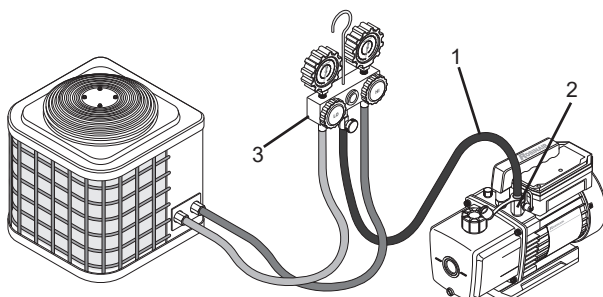

Figura 6
3. Collegare un tubo flessibile di servizio di refrigerazione (1) all'ingresso della pompa per vuoto (2) e al set di indicatori del collettore (3) (vedi Figura 6).
4. Collegare i tubi flessibili di servizio lato alto e lato basso alle rispettive porte di servizio dell'impianto A/(vedi Figura 6)C-R.
1. Chiudere la/le valvola/e del collettore tra la pompa e l'impianto (*vedi Figura 6*).
2. Rimuovere il tubo flessibile dall'ingresso della pompa (2) (*vedi Figura 6*).
4. Coprire la porta di ingresso per evitare che eventuali contaminazioni o particelle entrino nella porta (2) (*vedi Figura 6*).